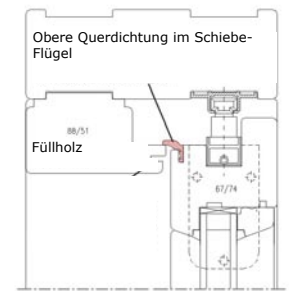

Abbildung 4
- 4) Die obere Querdichtung in den Schiebeflügel einziehen. Die Dichtung am Festrahmen bündig (= flächeneben) abschneiden (Abbildung 4).